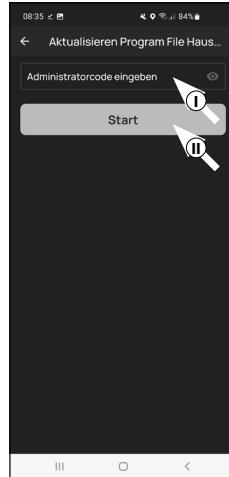

Abb. 7
⑦ Sie werden gebeten, sich mit Ihrem Administratorcode zu verifizieren. Geben Sie ihn ein und bestätigen Sie mit „Start“ (Abb. 7).